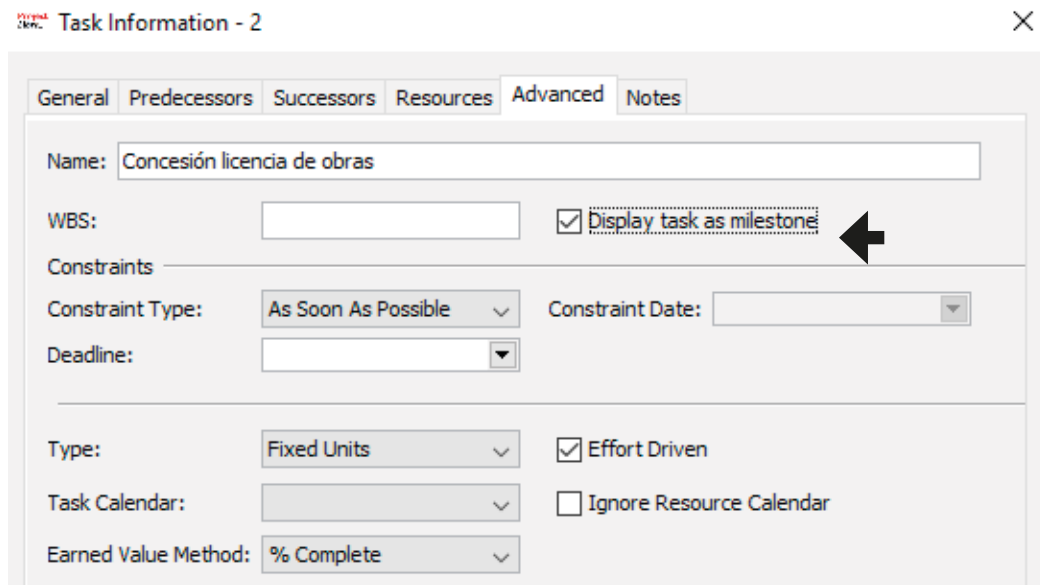

Figura 12.
- Hito con duración mayor de 0: crear una tarea con su duración y acceder al menú *Task Information* (véase figura 12) y, en la pestaña *Advanced*, marcar